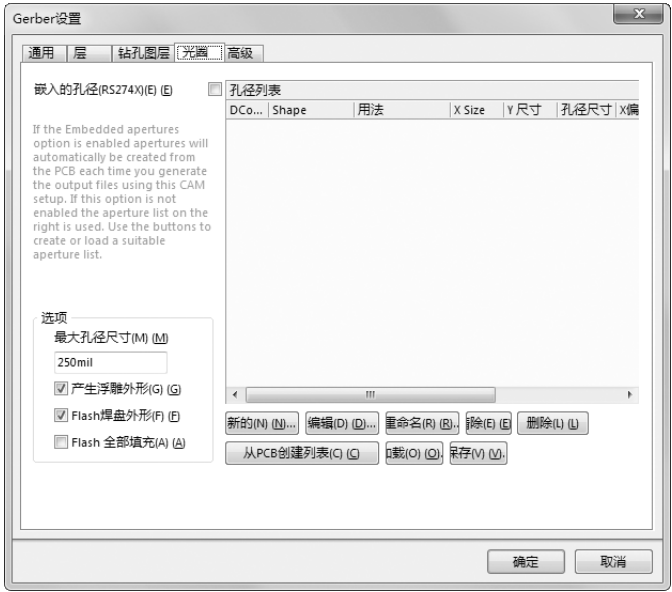

图 10-48 “光圈”选项卡
(6) 单击“光圈”选项卡，取消对“嵌入的孔径 (RS274X)”复选框的勾选，如图 10-48 所示。此时系统将在输出加工数据时，自动产生 D 码文件。